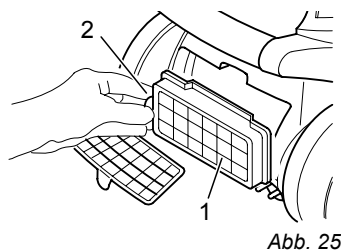

Abb. 25
- Entnehmen Sie den Filter (Abb. 25/1). Drücken Sie dazu die Verriegelung (Abb. 25/2) nach rechts und ziehen Sie den Filter nach hinten heraus.